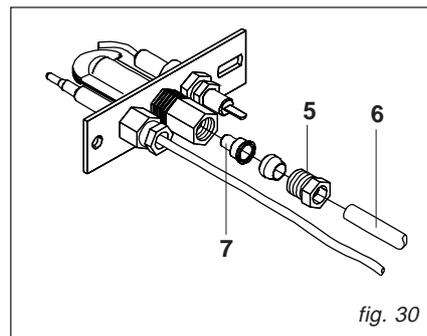

fig. 30
- Svitare il dado **5**, togliere il tubo pilota **6** e sostituire l'ugello pilota **7** con quello presente nel kit di trasformazione (vedi fig. 30).